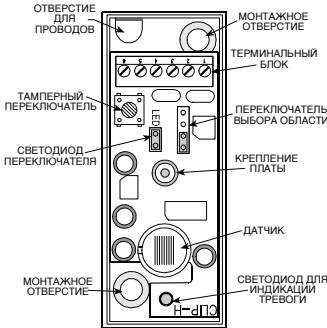

Рисунок 9. Внутренняя сторона CLIP-4N
- Закрепите базу при помощи РСВ в месте, дающим оптимальное покрытие луча. Используйте два крепежных отверстия (Рис. 9).
Для подсоединения проводов к датчику используйте отверстие для проводов, которое находится в левом верхнем углу базы прибора (рис. 9). Т.к. отверстие угловое то провода могут быть проведены как с задней стороны базы так и с передней, в зависимости как нужно для конкретной установки.
3-х пальчиковый переключатель используется для выбора 3 областей покрытия (см.рис. 11). Переключатели показаны в той позиции, когда положение датчика отображено с терминальными блоками вверху (См. рис. 9).